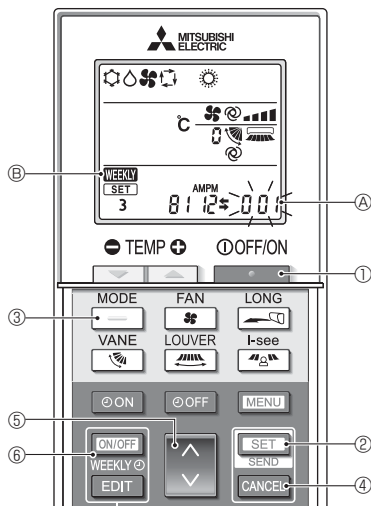

Fig. 4-12
#### 4.12.8. Hur man stoppar arbetet i AUTO-läget (Fig. 4-12)
- Tryck på knappen ① för att stänga av luftkonditioneringen.
- Om veckotimern är aktiverad, tryck på knappen ⑧ för att avaktivera timern. ( ⑥ slocknar.)
- Tryck på knappen ② i 5 sekunder.
- Tryck på knappen ④.
- Färdigställ inställningarna (Fig. 4-12)